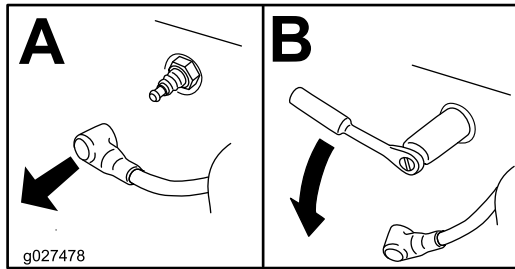

Figure 44
- Déposez la bougie (Figure 44).